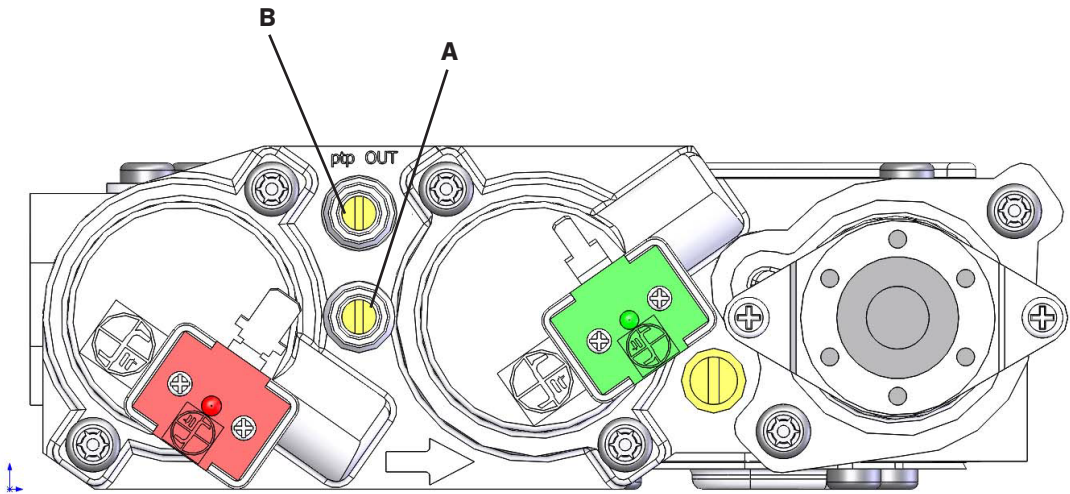

Figure 12.1, Raccords de test pression de valve de contrôle de gaz
- Desserrez la vis du raccord de test de pression d'entrée («IN») en sens antihoraire. Voir (A) à la Figure 12.1.
- Desserrez la vis du raccord de test de pression du manifold («OUT») en sens antihoraire. Voir (B) à la Figure 12.1.